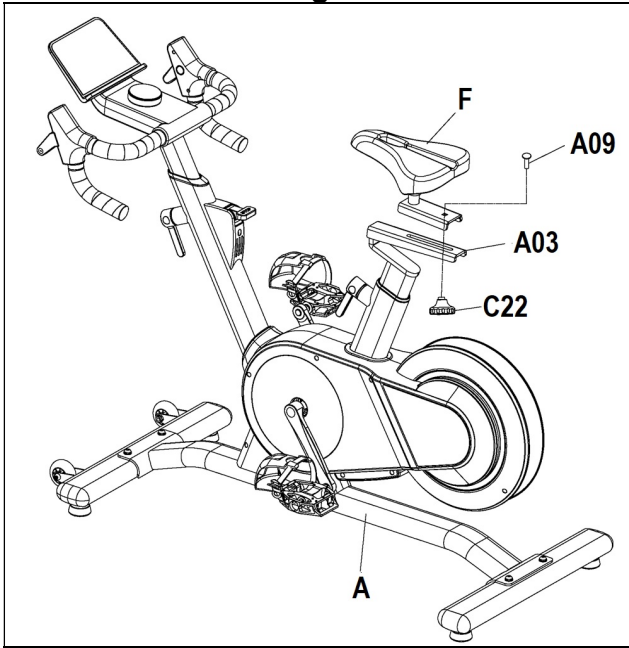

Fig.5
Afloje un poco el pomo (C05) en sentido contrario a las agujas del reloj. Posicione el manillar (E) a la distancia cómoda de realizar el ejercicio y vuelva a apretar el pomo (C05) fuertemente en el sentido de las agujas del reloj, Fig.5.
Vuelva a apretar fuertemente el pomo (C05) en el sentido de las agujas del reloj, Fig.5. Manténgase dentro de las referencias.
Afloje un poco el pomo (C22) en sentido contrario a las agujas del reloj, coloque el sillín a la posición adecuada para realizar el ejercicio y apriete fuertemente el pomo (C22) en el sentido de las agujas del reloj, Fig.5.